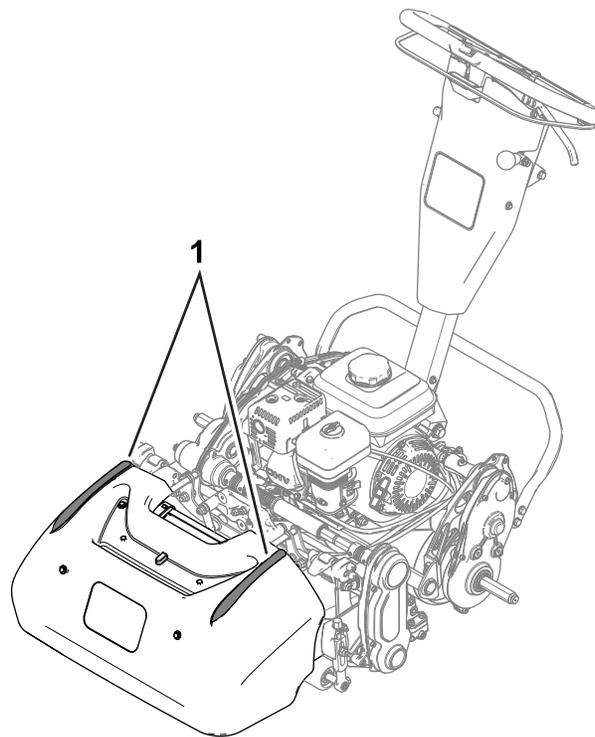

图 20
- 为帮助剪草机保持在果岭上的直线操作且和上一道剪草边缘的距离保持均衡应使用集草斗上的对准条 图 20。